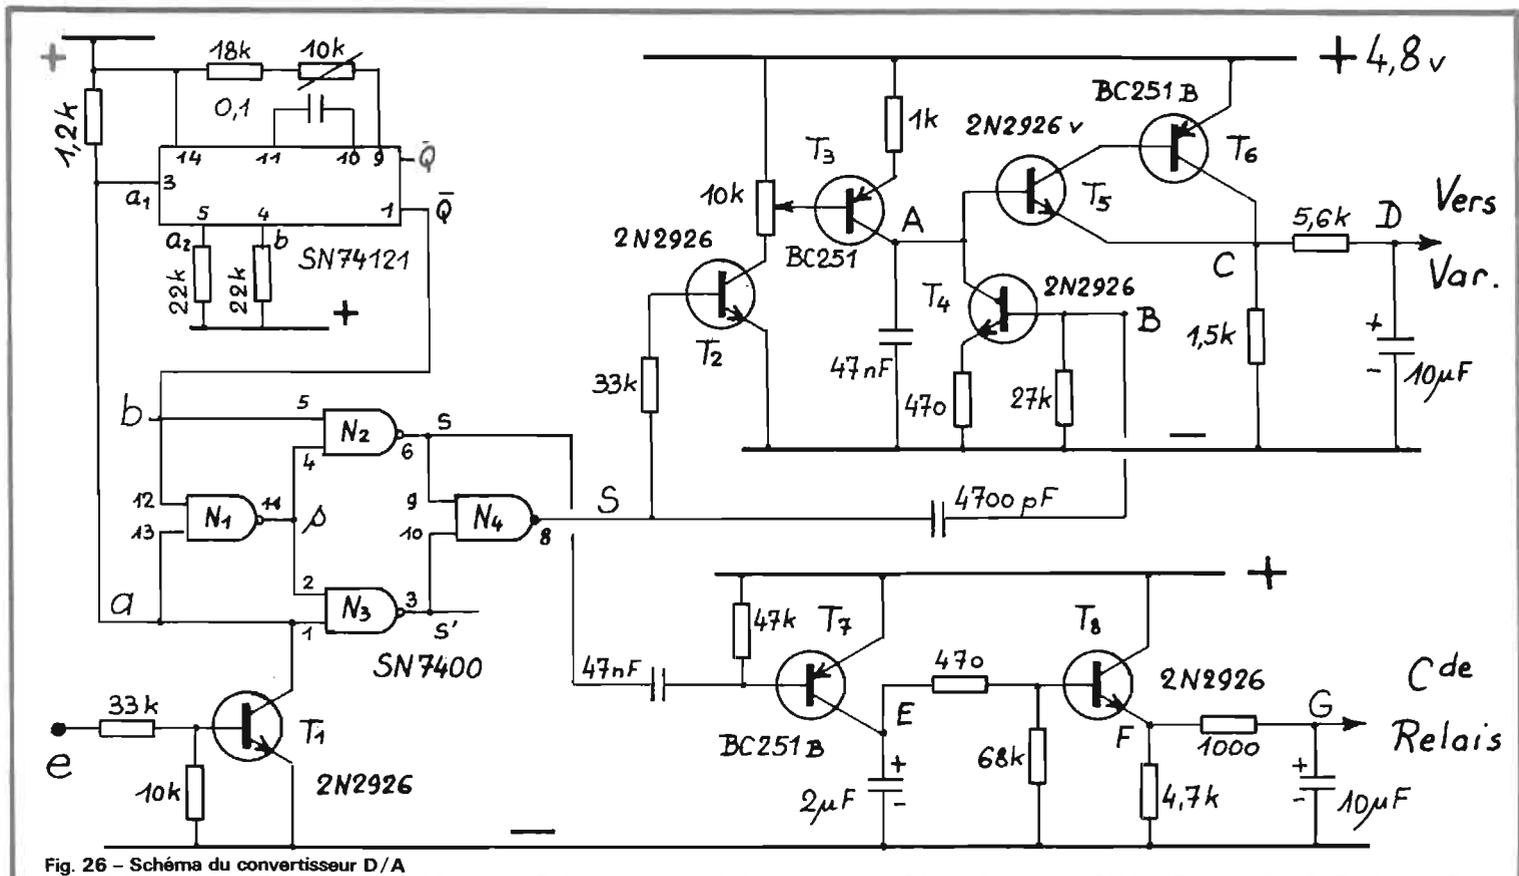
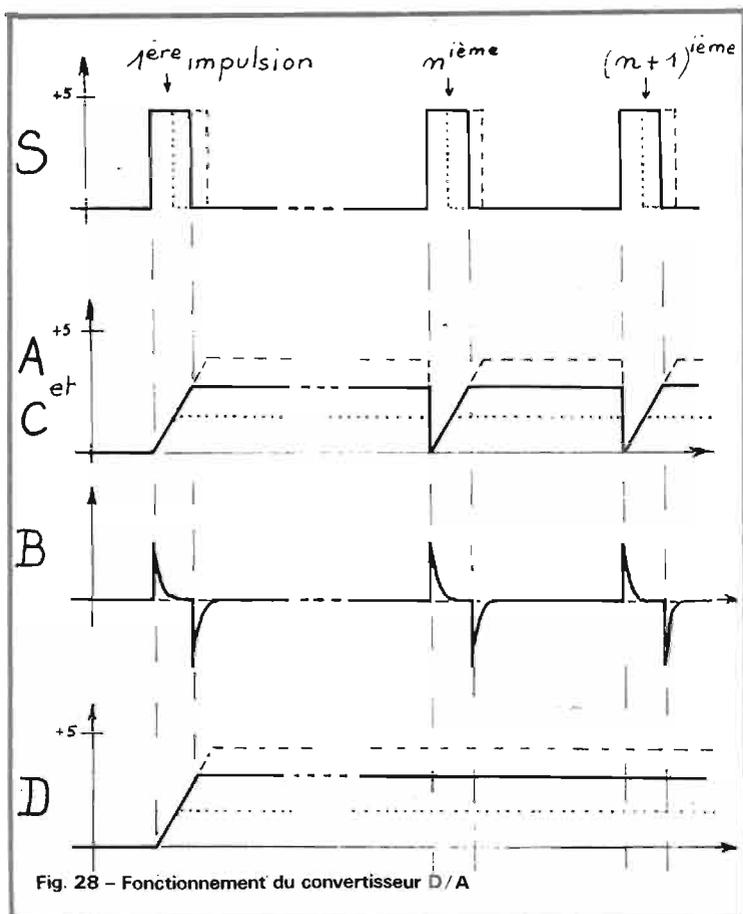

Fig. 26 - Schéma du convertisseur D/A
Fig. 28 - Fonctionnement du convertisseur D/A
a) **Schéma** (fig. 26). L'impulsion positive d'entrée est amplifiée par  $T_1$  qui la restitue négative. Cette impulsion est alors appliquée :
Etudions alors le fonctionnement des quatre portes NAND, telles qu'elles sont câblées en figure 26 :
Étudions maintenant la transformation de l'impulsion  $S$ . Voir figure 28 et figure 26.
Brancher maintenant l'oscillo en C et régler le servo-test en fin de course utile, soit sur 1,2 ms ou 2,2 ms. Tourner le 10 kΩAj de T3 : on verra apparaître le signal de la figure 28. Régler pour obtenir le maximum d'amplitude. Ne pas dépasser ce point. Dans ces conditions le voltmètre en D mesure presque +4 V. Ramener le servo-test vers le neutre et constater la variation corrélative de VD.